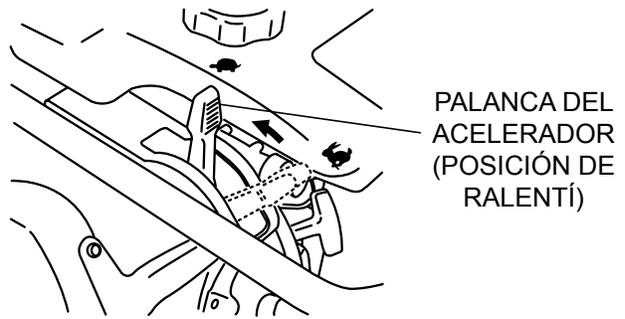
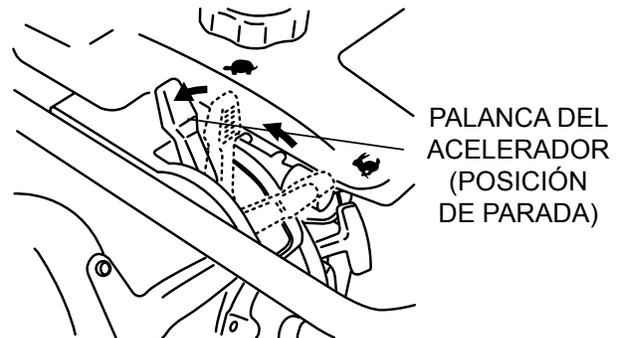

Figura 11. Palanca del acelerador (posición de parada)
Figura 12. Palanca del acelerador (posición de parada)
3. Para detener el apisonamiento, mueva la palanca del acelerador rápidamente de la posición de **ARRANQUE** a la de **RALENTÍ** (Figura 11).
1. Mueva rápidamente la palanca del acelerador de la posición de **ARRANQUE** a la de **RALENTÍ** (Figura 11) y haga funcionar el motor tres minutos a baja velocidad. Después de que el motor se **enfrie**, mueva la palanca del acelerador a la posición de **PARADA** (Figura 12). El motor se detendrá y el grifo de combustible se cerrará automáticamente.